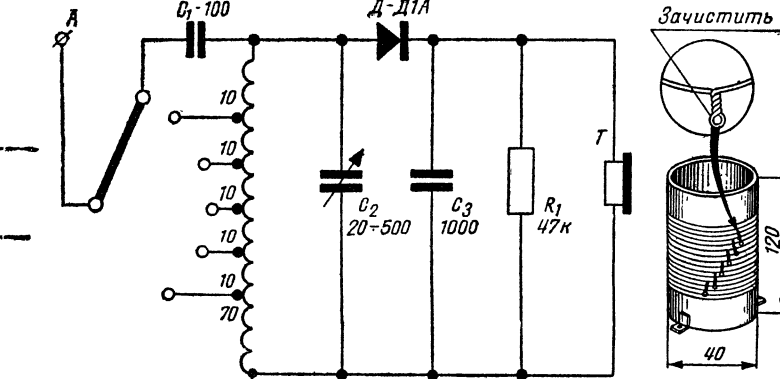

Рис. 6. Приемник со средневолновым диапазоном
**Только средние волны.** Схема приемника на рис. 6 рассчитана на прием радиостанций в диапазоне средних волн. Катушка индуктивности намотана толстым проводом (ПЭЛ 0,8) на большом каркасе. Она имеет хорошую добротность и позволяет получить достаточную громкость принимаемых передач.